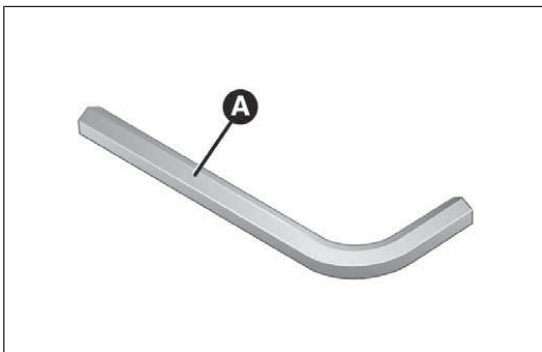

Abb. 182
- Den mitgelieferten Imbusschlüssel A Abb. 182 nehmen;